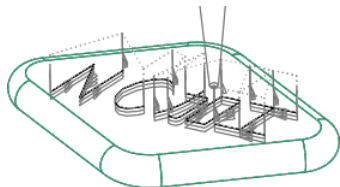

图 3.7.9 刀具行走路线
Step2. 单击“播放路径”对话框中的 **播放** 按钮, 观察刀具的行走路线, 结果如图 3.7.9 所示。演示完成后, 单击 **关闭** 按钮。